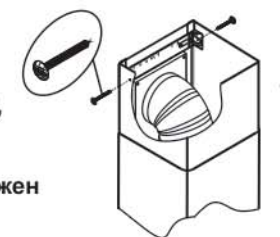

РИС. 10
6.4. Установите фальштрубы (рис. 8, 9). Выдвиньте верхнюю фальштрубу, оденьте ее на кронштейн (рис. 10) и закрепите самонарезающими винтами.